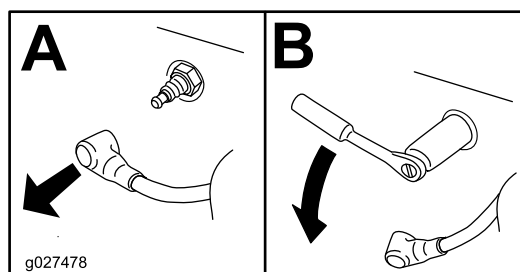

Figure 72
3. Déposez la bougie, comme montré à la Figure 72.